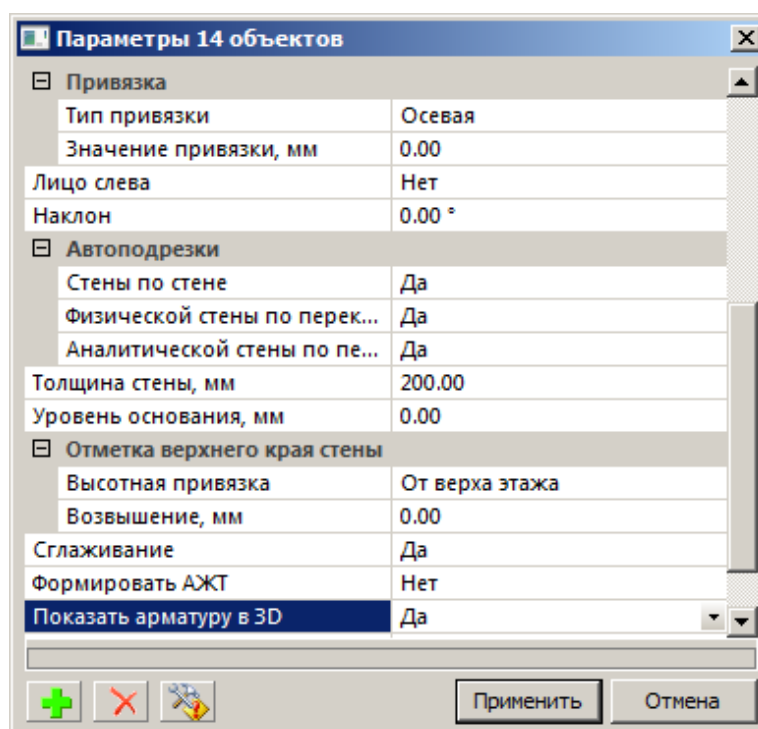

Рис.8.34. Назначение стенам параметра отображения арматуры в 3D
- Установите значение **Да** для параметра **Показать арматуру в 3D** (рис.8.34).